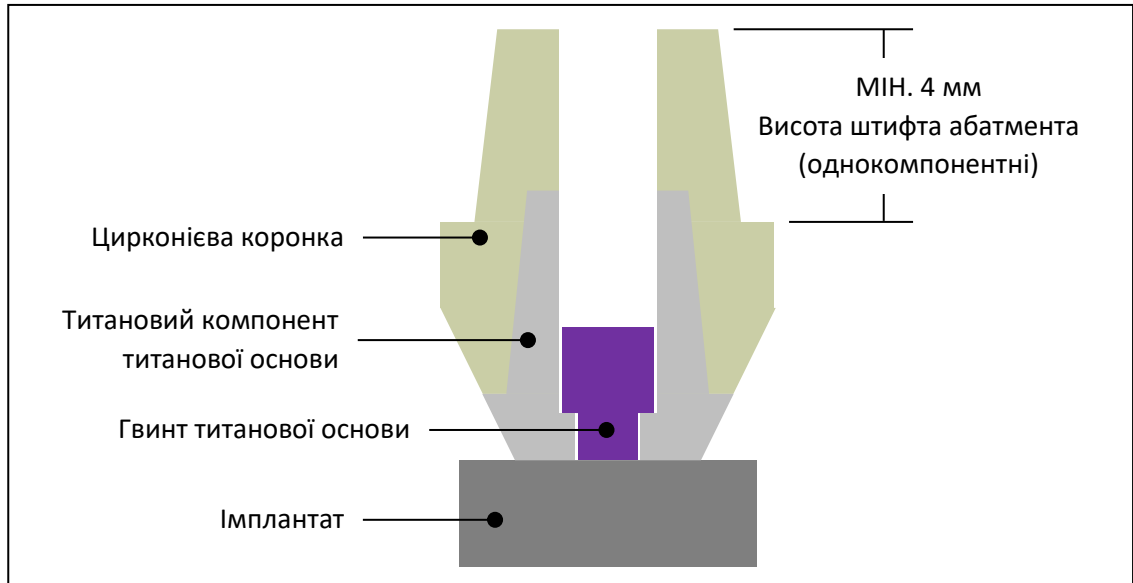

Рисунок 3. Обмеження конструкції цирконієвої супраструктури.
- висота штифта абатмента $\geq 4,0$ мм (див. рисунок 3);